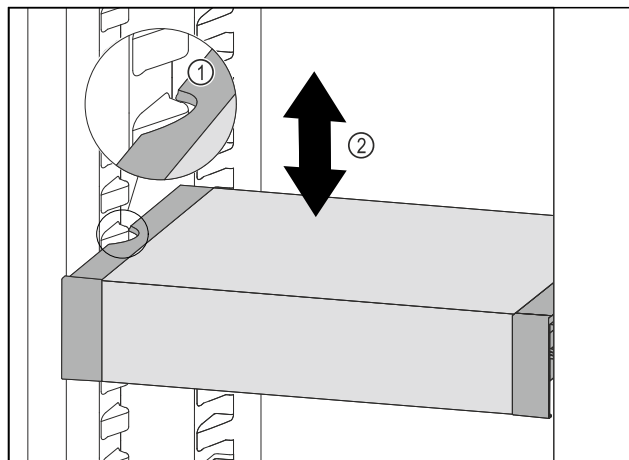

Fig. 82
- Tirer le VarioSafe vers l'avant jusqu'à ce que les encoches latérales du VarioSafe soient à la hauteur de la nervure du bac dans la partie réfrigérateur. Fig. 82 (1)
- Déplacer le VarioSafe vers le haut ou vers le bas dans la partie réfrigérateur jusqu'à ce que la hauteur souhaitée soit atteinte. Fig. 82 (2)